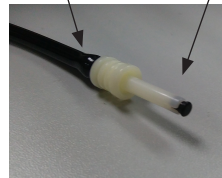

Figura 2.13
3. Connessione Percorso Aria: Prendere un pezzo di tubo per aria (lungo 0.5~1m, diametro Ø 8.0mm/Ø 4.0mm). Collegare il connettore NIBP con un jack al tubo dell'aria. Collegare l'altra estremità al jack a 3 vie. Collegare le altre due estremità del jack a 3 vie ad uno Sfigmomanometro a Mercurio come mostrato in figura 2.13.